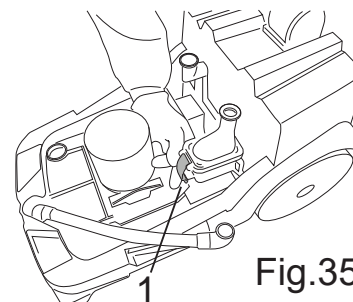

Fig.35
- Retire a tampa da válvula parcializadora desengatando a alavanca (Fig.35-Ref.1).